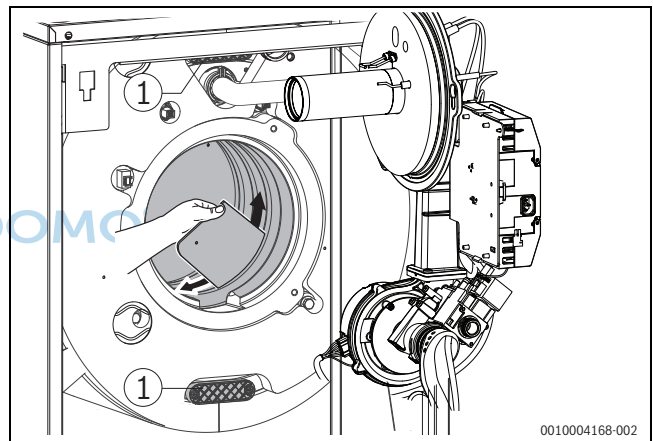
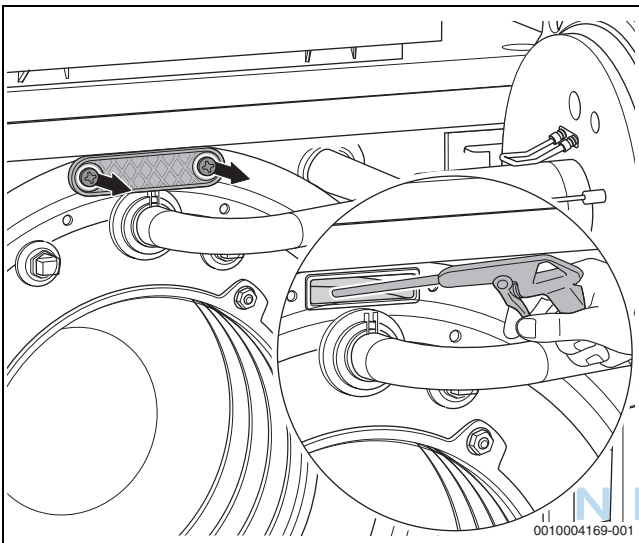

Bild 71 Heizgasspalte mit Reinigungspachtel reinigen
Bild 72 Wärmetauscher mit Sprühlanze reinigen
- ▶ Reinigungsdeckel (→ Bild 71, Seite 48, [1] und Bild 72) abnehmen.
- ▶ Lose Partikel mit Wasser (z. B. Sprühlanze) aus Feuerraum und Abgasmantel spülen (→ Bild 72).
- ▶ Heizgasspalte mit Reinigungsspachtel reinigen (→ Bild 71, Seite 48).